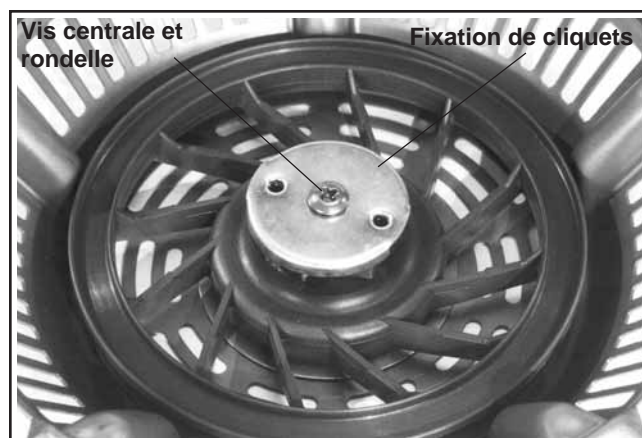

Figure 7-5. Vis centrale, rondelle et fixation de cliquets.
2. Retirer la vis centrale, la rondelle et la fixation de cliquets. Voir la figure 7-5.